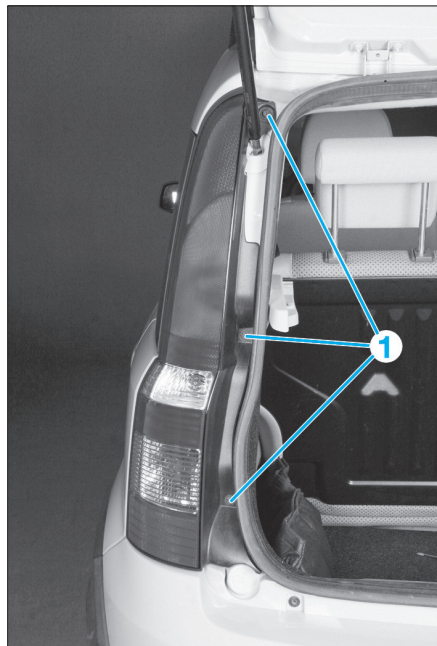

FIG. 87
- Ouvrir le hayon, puis déposer les 3 vis de fixation (1) (Fig.87).